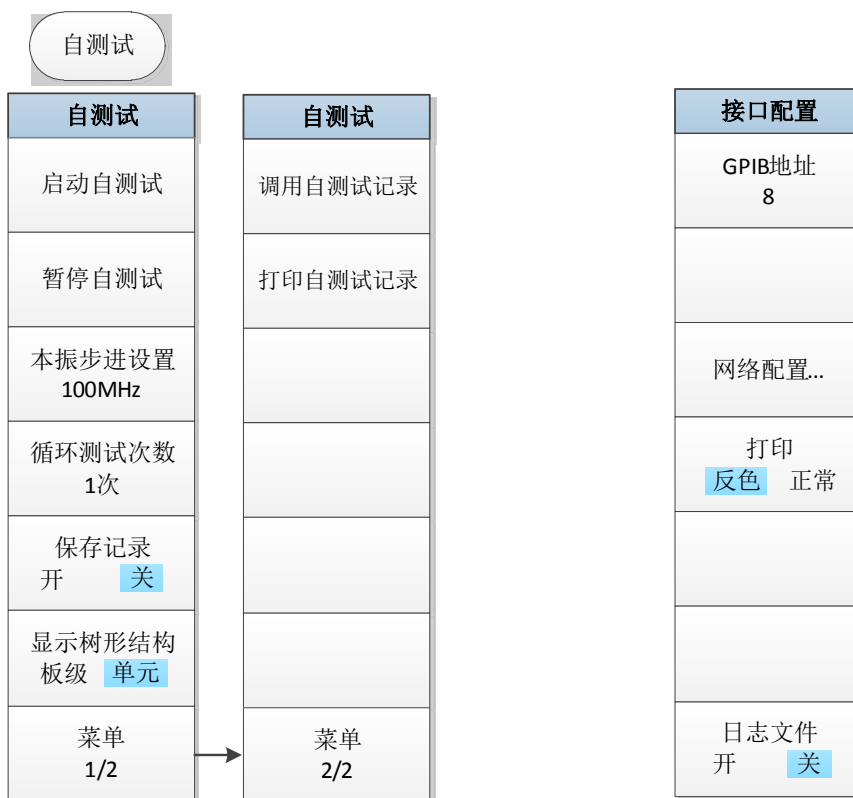

图 5.20 系统/本地菜单
**【系统/本地】**按键对应的菜单如图 5.20 所示。当仪器处于远控状态时，按下该键，可以将仪器返回至本地状态。在本地状态下，按下该键，提供了与系统设置有关的功能，包括错误列表、开机复位、校准、配置信息、自测试和接口配置等相关的信息。